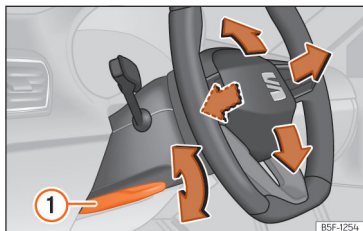

Fig. 65 Alavanca na parte inferior do lado esquerdo da coluna de direção
- Puxe a alavanca »» Fig. 65 ① para baixo, mova o volante até à posição desejada e volte a subir a alavanca até ao ponto de fecho.
- Após ajustar a coluna da direção, empurre firmemente a alavanca »» Fig. 65 ① para cima para que o volante não mude de posição acidentalmente durante o andamento.